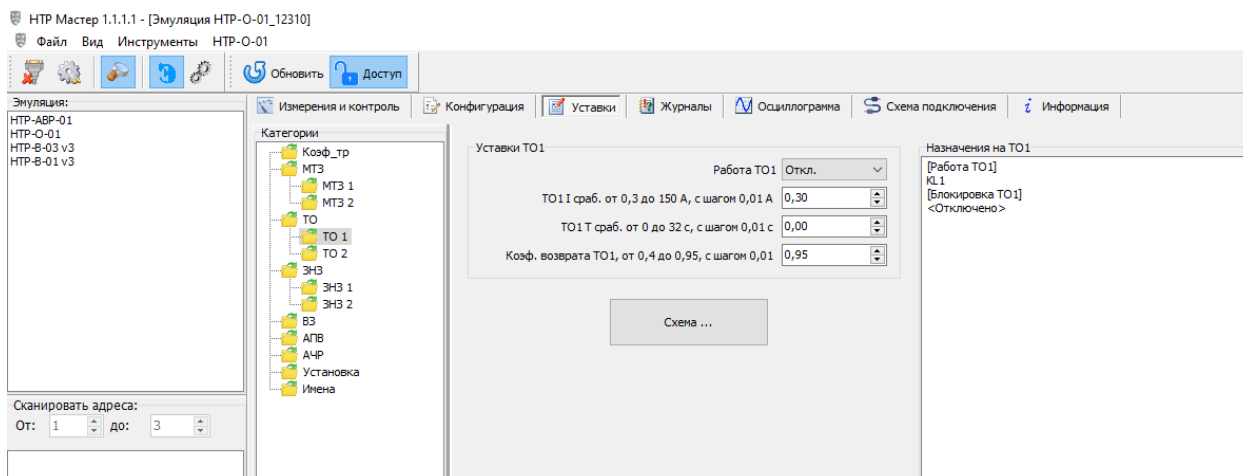

Рисунок 16 – Окно выбора настроек ТО1 (ТО 2) в программе «НТР-Мастер»
Окна программы «НТР-Мастер», используемые при работе с ТО1(2) и пояснения по работе в них, приведены на (Рисунок 16).